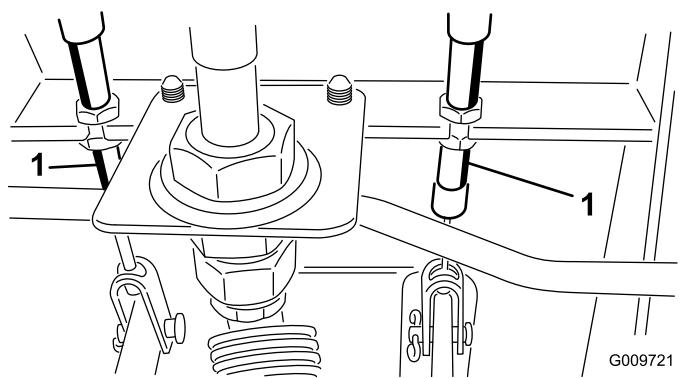

Рисунок 65
- А. Отпустите переднюю гайку на резьбовом конце троса тормоза (Рисунок 65).